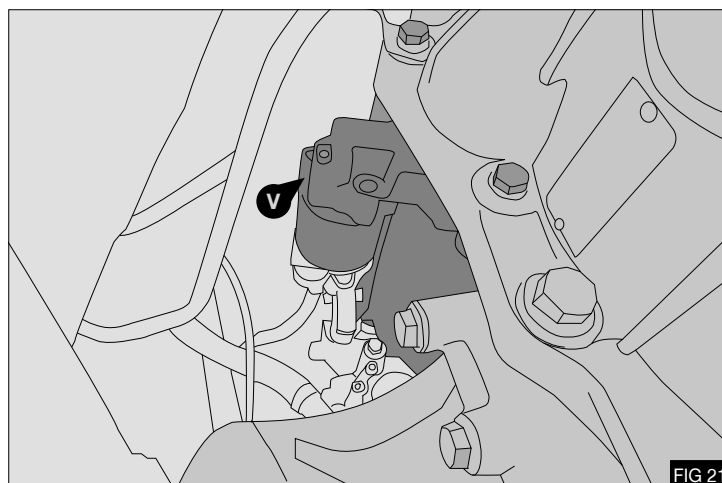

FIG 21
19. Rimuovere 3 dispositivi di fissaggio del motore del motorino di avviamento (V) - Fig. 21